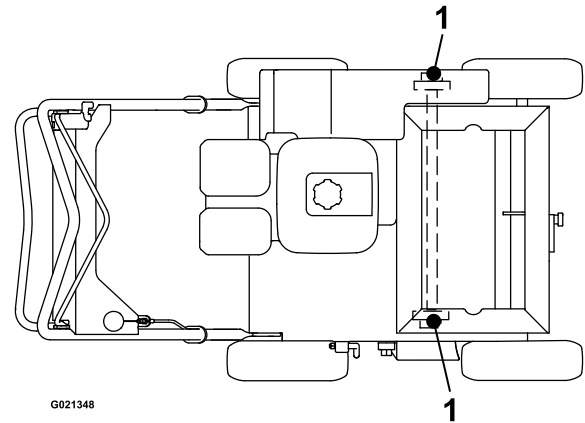

Figure 17
3. Injectez 1 à 2 jets de graisse universelle NLGI n° 2 dans les graisseurs (Figure 17).